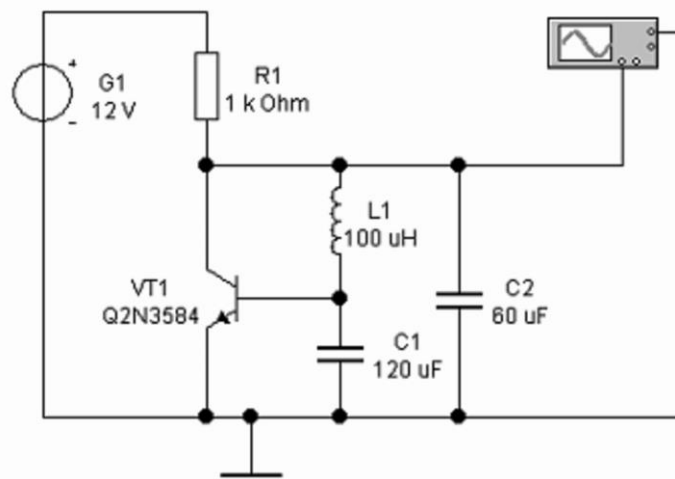

Рис. 2 – Схема для исследования автогенератора, собранного по схеме емкостной трехточки
1. Собрать схему автогенератора, изображенную на рис. 2.